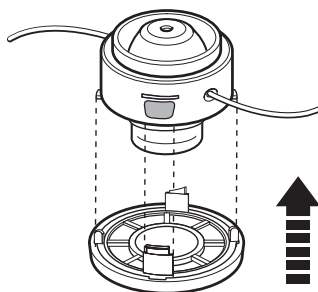

Fig. 38
- > Alignez les encoches du couvercle avec les ergots du boîtier puis installez le couvercle (Fig. 38).
- > Vissez la tête de coupe (36) sur la broche jusqu'à sa mise en place.